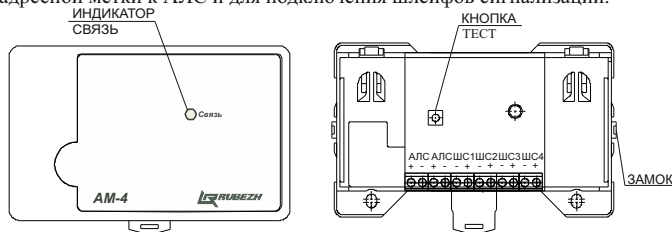

Рисунок 1
5.2 Адресная метка представляет собой конструкцию (Рисунок 1), состоящую из корпуса, внутри которого размещена плата с радиоэлементами, обеспечивающая обработку сигналов со шлейфов сигнализации. На плате установлены клеммные контакты для подключения адресной метки к АЛС и для подключения шлейфов сигнализации.
7.5 Для конфигурирование адресной метки, подключенной к АЛС, начальный адрес которого неизвестен, необходимо зайти в меню прибора, выбрать пункт «Настройка» («Конфигурация») => «Сервис» => «Адресация устройств» и нажать кнопку ТЕСТ на адресной метке (Рисунок 1). На экране прибора откроется меню параметров адресной метки: